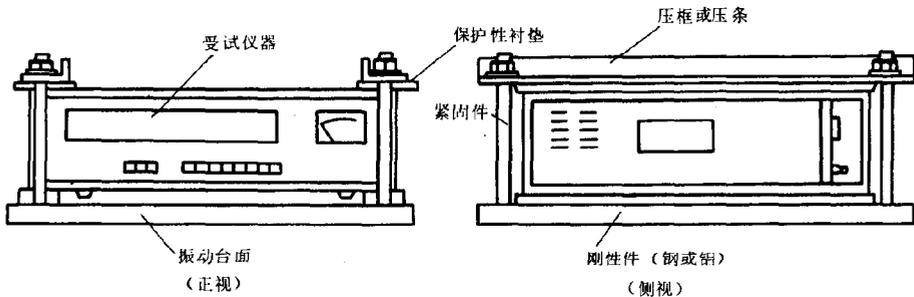
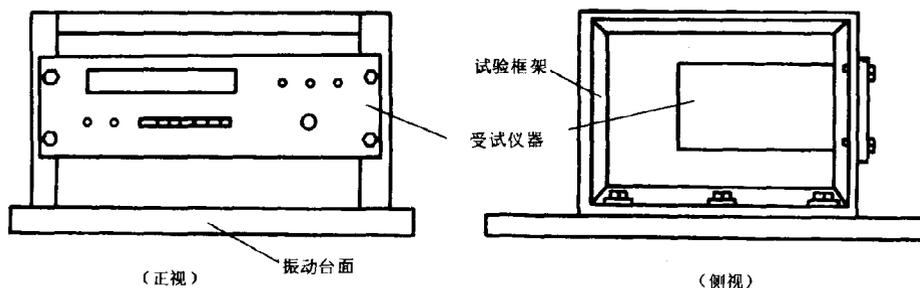
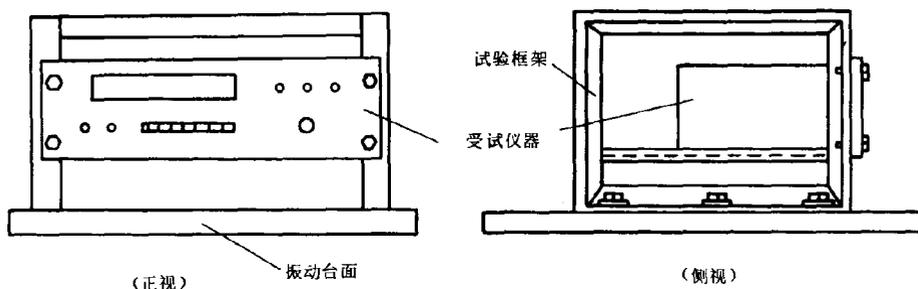

图 2
图 3
图 4
3.1 固定受试仪器时，应模拟仪器正常工作时的位置紧固在振动台上（受试仪器的重心应位于振动台面的中心区域）。应使激振力直接传给受试仪器机体而不允许经过减振脚、把手或其他缓冲装置。台式仪器按图2方式固定；不带导轨的上架式仪器按图3方式固定；带导轨的上架式仪器按图4方式固定。